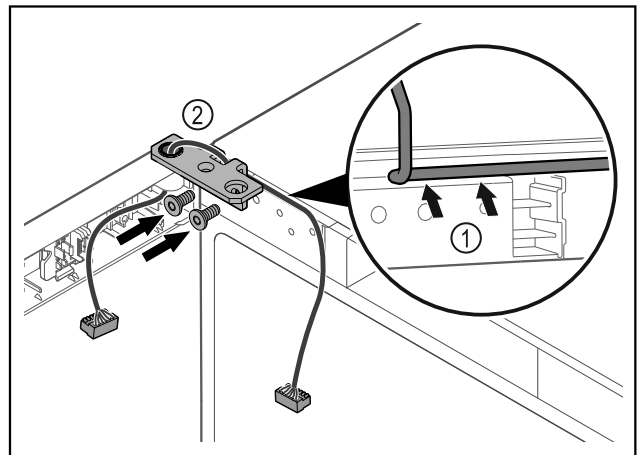

Fig. 39
- ▶ Кабель провести через виїмку шарнірного кутика і обережно прокласти Fig. 39 (1).
- ▶ Накрутити шарнірний кутик Fig. 39 (2).